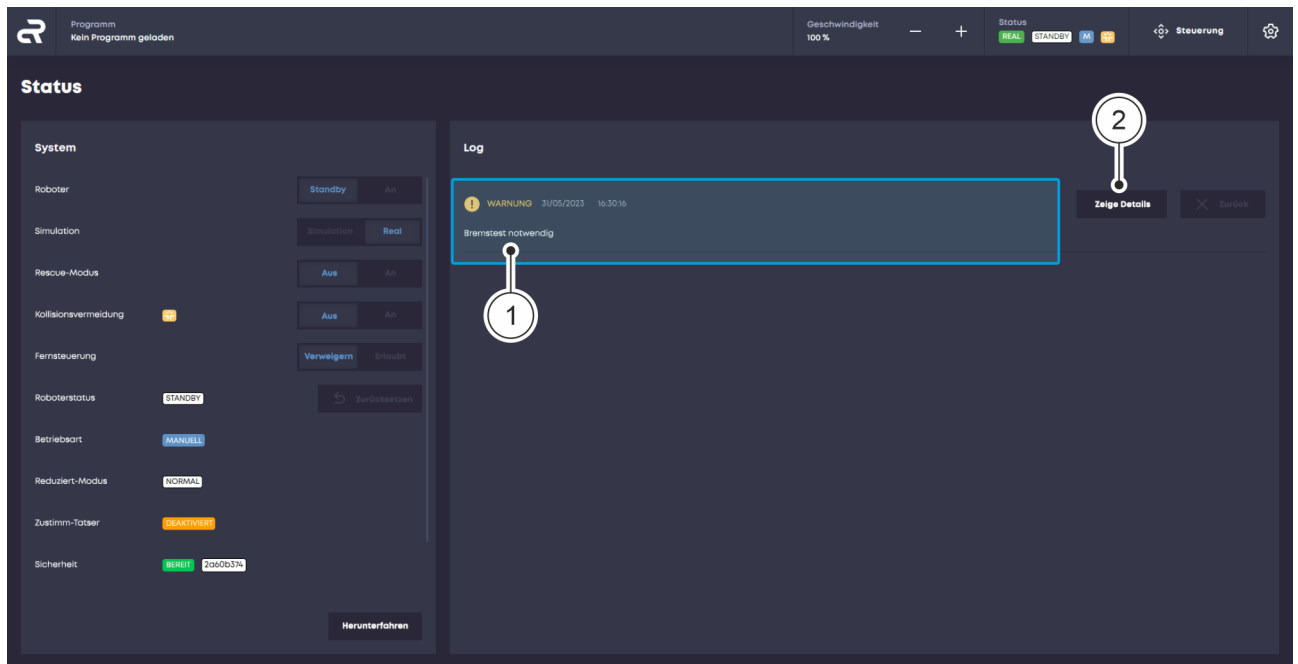
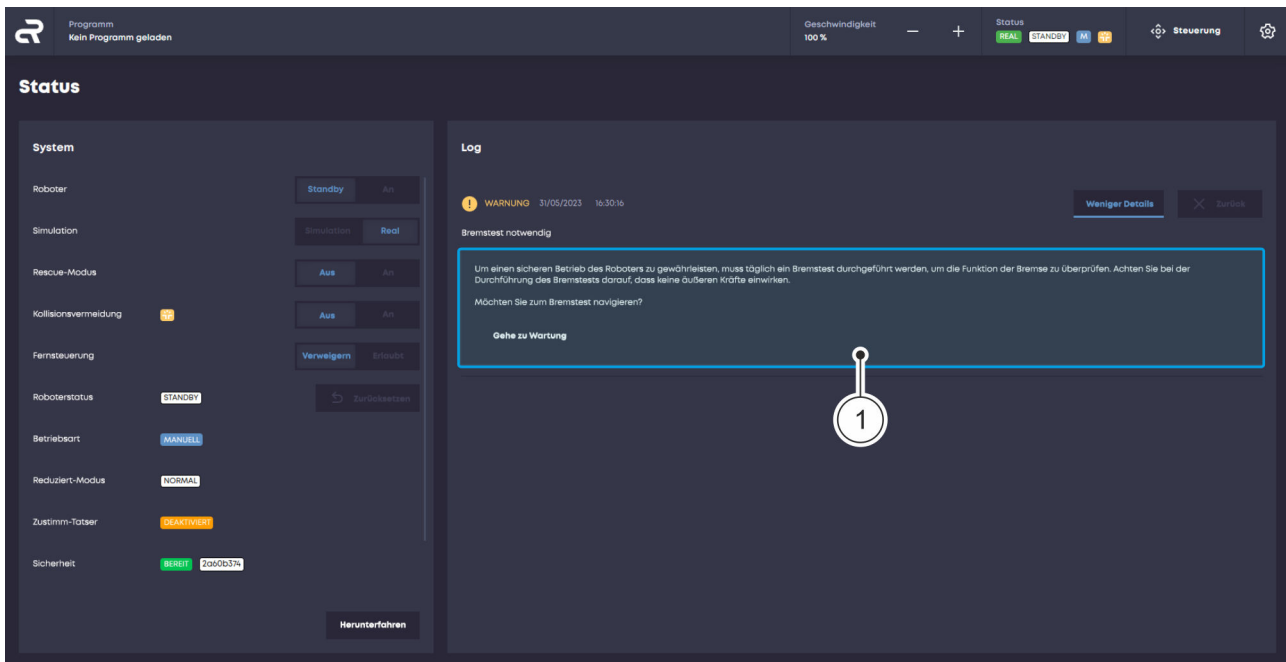

Abb. 64 Warnmeldungshistorie aufrufen
Abb. 65 Warnmeldung bearbeiten
- ▶ Im Menü „Log“ werden die Warnmeldungen angezeigt Abb. 64 / ①.
02. Im Menü „Log“ auf die Schaltfläche „Zeige Details“ Abb. 64 / 2 klicken, um Informationen zur Warnmeldung zu erhalten Abb. 65 / 1.